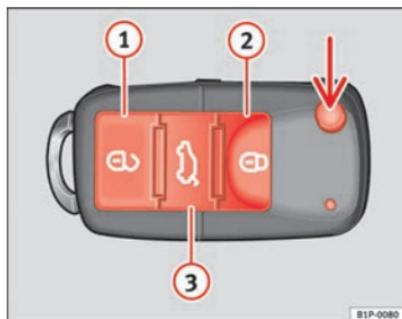

Fig. 64 Affectation des touches de la clé à radiocommande
La touche \Rightarrow fig. 64 (flèche) de la radiocommande permet de débloquer le panneton de la clé.
Déverrouillage du véhicule \Rightarrow fig. 64 ①.
Verrouillage du véhicule \Rightarrow fig. 64 ②.
Déverrouillage du hayon arrière. Appuyez sur la touche \Rightarrow fig. 64 ③ jusqu'à ce que tous les clignotants du véhicule s'allument brièvement. Après avoir appuyé sur la touche de déverrouillage \Rightarrow ③, vous disposez de 2 minutes pour ouvrir le coffre. Une fois ce temps écoulé, il se verrouillera de nouveau.
D'autre part, le témoin de la pile de la clé \Rightarrow fig. 64, clignotera.
En appuyant une fois sur la touche \Rightarrow fig. 64 ①, seule la porte du conducteur s'ouvrira, et les autres portes resteront fermées. ▶
Appuyez deux fois sur la touche  ⇒ page 110, fig. 64  pour déverrouiller toutes les portes.
- Appuyez sur la touche  ⇒ page 110, fig. 64 de la radiocommande. ▶